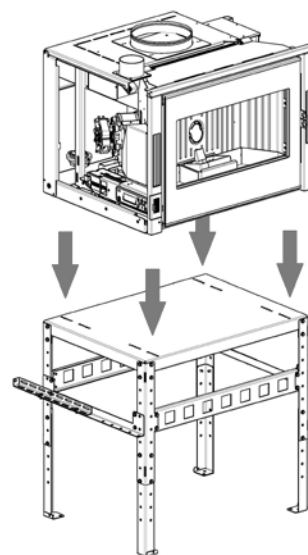

Fig. 35 - Fixar o inserto sobre estrutura
- Apoiar o inserto sobre a estrutura, fixando-o com os parafusos nos respectivos alojamentos (ver **Fig. 35**).